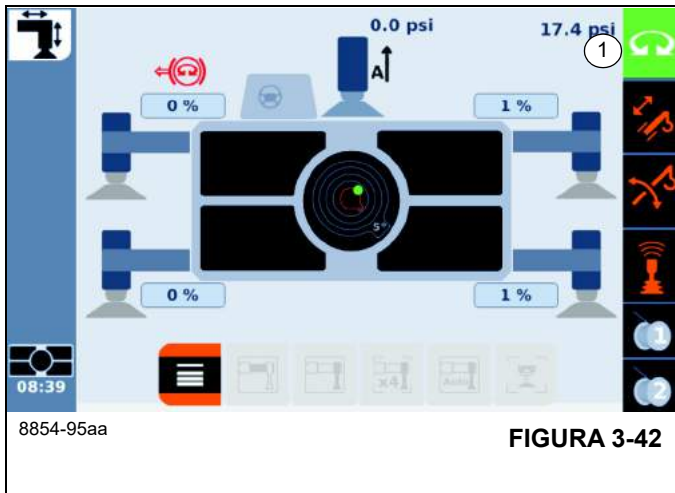

FIGURA 3-42
Rojo:	Corona de giro desactivada O freno de estacionamiento no activado (Figura 3-42)
Verde:	Corona de giro activada, movimiento de estabilizadores desactivado (Figura 3-42)
El símbolo verde resaltado (1), (Figura 3-42), apunta a la indicación de estado de giro.